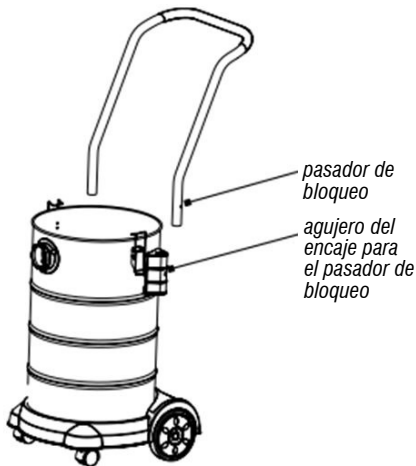

Fig. 5 – Fijación del asa de transporte
- Coloque el asa de transporte en el cuerpo del aspirador hasta que el pasador de bloqueo quede colocado en el orificio de ajuste (fig. 5). Para retirar el asa de transporte, apriete el pasador de bloqueo y tire del asa;